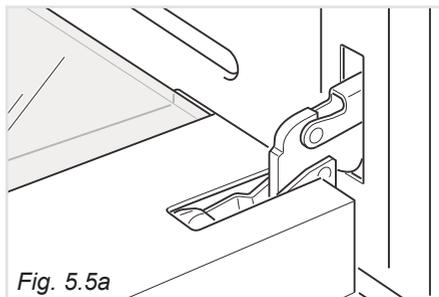

Fig. 5.5a
- Aprire completamente la porta del forno (fig. 5.5a).
- Sbloccare le cerniere della porta forno aprendola completamente e chiudendo le leve "A" delle cerniere destra e sinistra (fig. 5.5a).